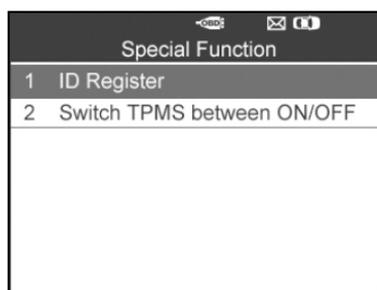

Figura 4.39
per il veicolo da sottoporre a test. (Figura 4.39)
- 3) Per accendere/spengere manualmente il sistema TPM, utilizzare il pulsante di scorrimento **SU/GIÙ** per selezionare **Accensione/spengimento del TPMS** poi premere il pulsante S. (Figura 4.39)